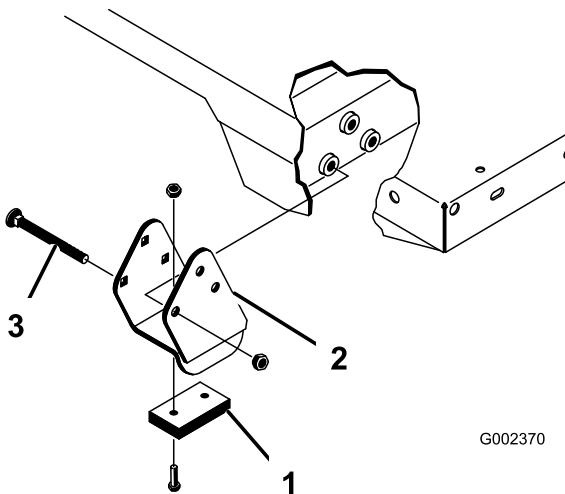

Figure 35
Remarque: Les entretoises et les cales d'usure (Figure 35) doivent être installées avec les têtes des boulons à l'intérieur de la machine.
2. Placez le plateau sur le cadre de la machine avec précaution et en alignant les trous des plaques de pivot arrière sur ceux du profilé arrière du cadre. Installez ensuite 2 axes et goupilles à anneau (Figure 35).
4. Insérez l'axe par l'extérieur du plateau, la goupille à anneau étant à l'extérieur (Figure 35).